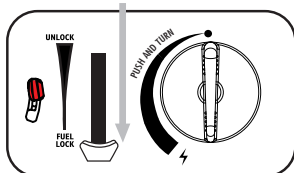
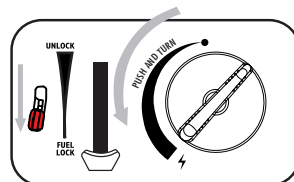

Abb.3
Abb.4
3. Drücken Sie den Patronenhebel (6) nach unten (Abb.3) und schließen Sie den Patronendeckel.
4. Wenn Sie ein „Zischen“ hören, ist die Patrone nicht richtig eingesetzt. Versuchen Sie nicht, das Gerät zu zünden, sondern stellen Sie den Hebel (6) auf „UNLOCK“ und wiederholen Sie die Schritte 1 - 4.
5. Drücken Sie den Gasdurchlasshebel (11) nach unten und drehen Sie dann den Bedienungs-/Zündknopf (8) ganz in die Zündposition „⚡“, bis Sie ein Klickgeräusch hören (Abb.4). Halten Sie den Entriegelungshebel für einige Sekunden in dieser Position, um das Flammenschutz-Thermoelement